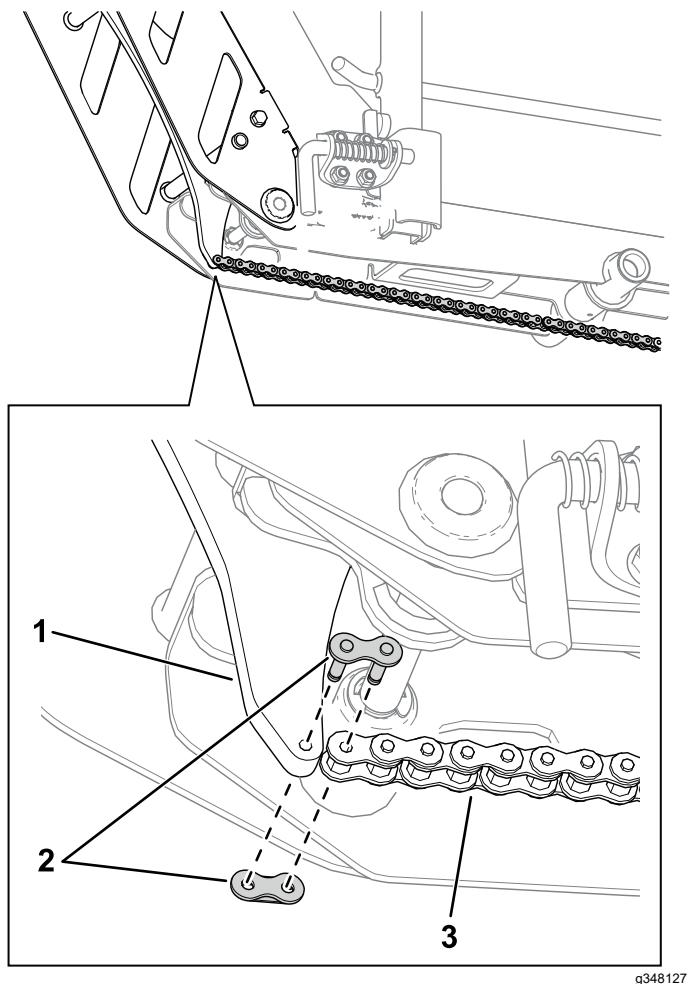

**Figura 16**
10. Utilice un pasador de giro y una chaveta para fijar el conjunto de la rampa al conjunto del raíl (Figura 16).